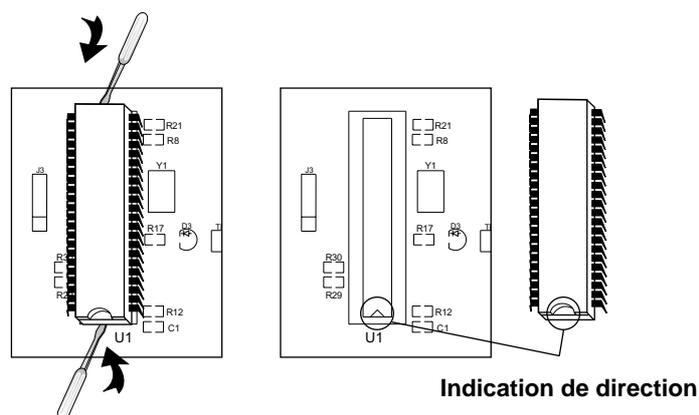

Figure 25: Installation de la nouvelle puce
3. Enlever délicatement la puce montée actuellement, comme indiqué dans la Figure 25.
4. Réinstaller la puce étiquetée "CP E TCL..." en s'assurant de l'alignement des marques de direction comme indiqué dans la Figure 25.